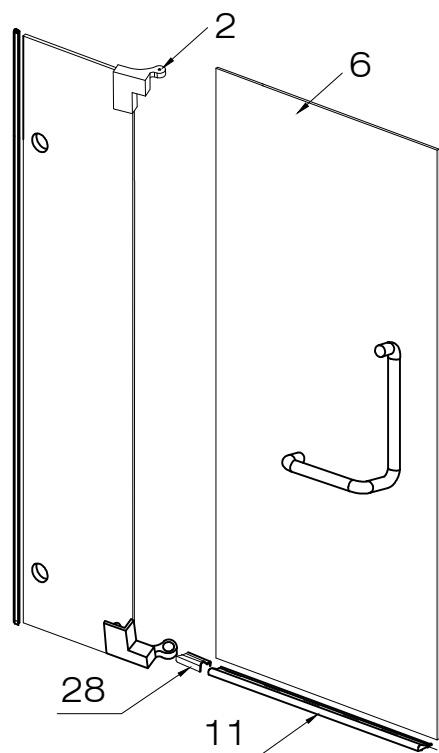

FIG.8
2. Coloque la ventosa del umbral izquierdo (nro. 28) en el extremo izquierdo del umbral de la puerta. (nro. 11) Después alinee con cuidado el umbral de la puerta y la ventosa del umbral debajo del panel de la puerta. La ventosa del umbral debe colocarse contra el punto de giro de la base de la bisagra doble, mientras que el otro extremo del umbral debe colocarse contra la pared. [CONSULTE LAS FIG. 8 Y 8A].